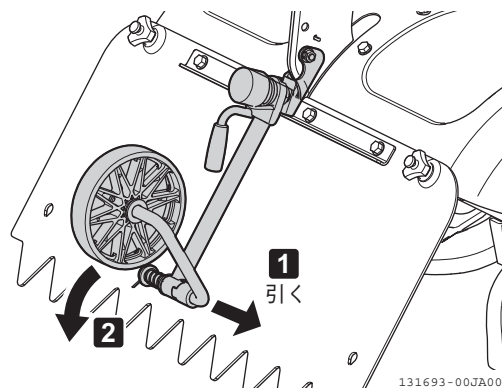

図 3-5 尾輪（移動2）
2. 尾輪を右側に引き、下側にロックを外した状態にします。(図 3-5)